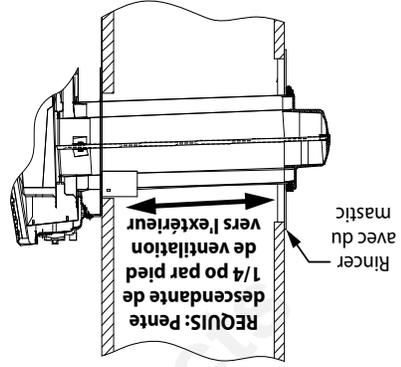

Figure 29
6. Avant de fixer le capuchon de ventilation (A) sur le mur extérieur, passez un cordon de mastic non durcissant (cafeutrage silicone) autour de son bord extérieur, de manière à assurer l'étanchéité entre celui-ci et la plaque de montage extérieure (F) (voir figure 29).
7. Faites glisser le capuchon de ventilation (A) en position et fixez-le à l'aide de l'écrou fourni (E). Serrez l'écrou (E) jusqu'à ce que le capuchon de ventilation (A) s'appuie contre la plaque de montage extérieure (F).